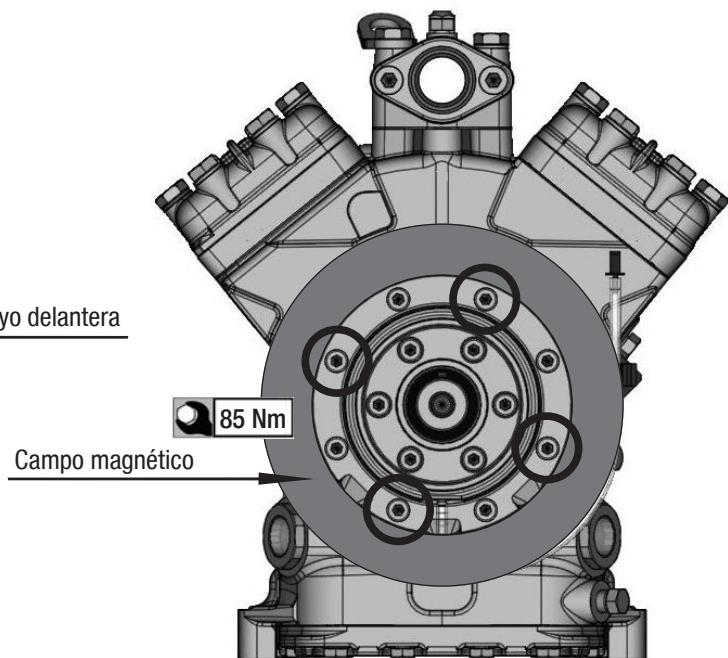

Fig. 10
- Deslizar el imán sobre el asiento de ajuste y fijarlo de nuevo con los cuatro tornillos cilíndricos M8x25 (fig. 10).